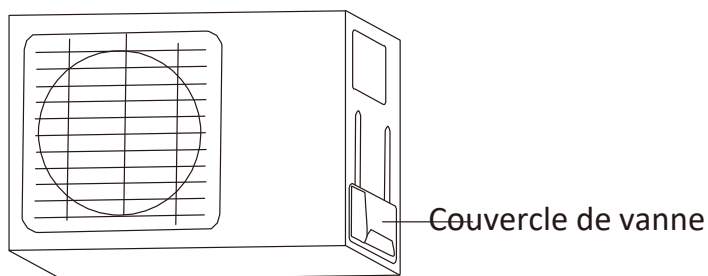

Fig. 5.9
1. Dévisser le couvercle de la vanne sur le côté de l'unité extérieure. (Voir **Fig. 5.9**)